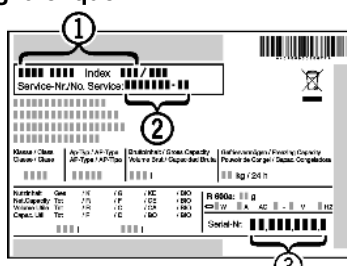

Fig. 53
- Consulter la désignation de l'appareil Fig. 53 (1), le N° de service Fig. 53 (2) et le N° de série Fig. 53 (3) sur la plaque signalétique. La plaque signalétique se trouve à l'intérieur de l'appareil, sur le côté gauche.